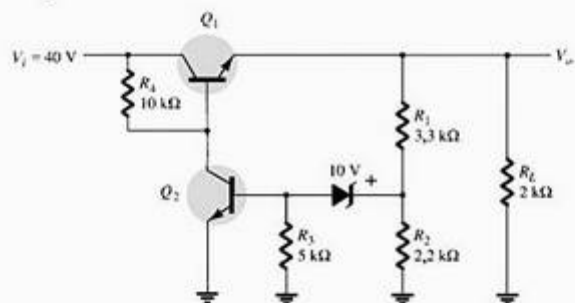

Figura 18.43 Problema 20.
20. Qual é o valor da tensão regulada resultante no circuito da Figura 18.43?